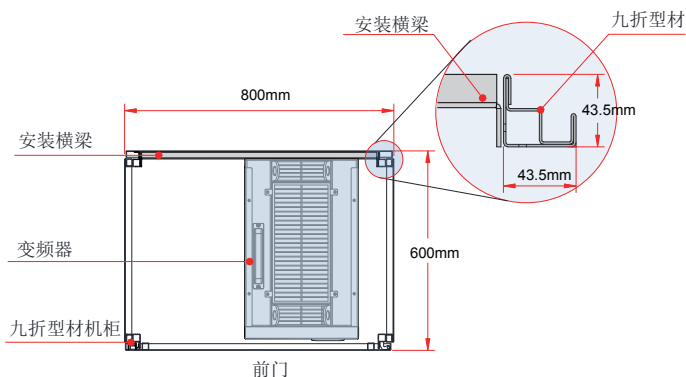

图 3-15 MD480T200~MD480T450 机柜俯视示意图
- 1、建议机柜柜体采用九折型材机柜（PS 机柜），九折型材截面如放大图如图 3-15 所示；